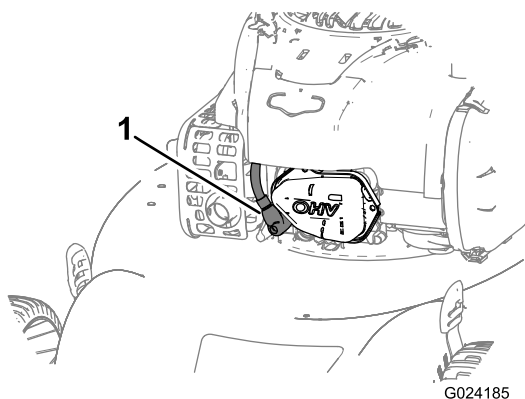

Figure 16
2. Débranchez le fil de la bougie (Figure 16) avant de procéder à un quelconque entretien.